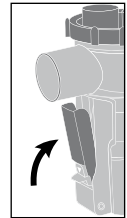

Bild 6
- Nehmen Sie das Mundstück in den Mund und drücken Sie die Vernebelungstaste (Bild 6).